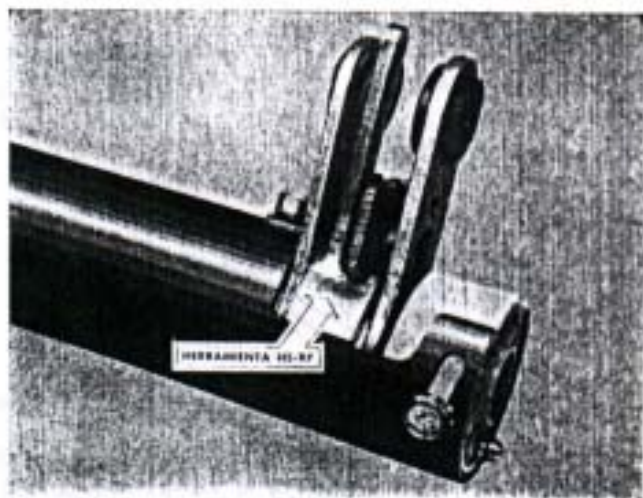

Fig. 129. — Ajuste de la caja selectora de cambios del "Rambler" con la herramienta HS-97.
- 3) Utilizando un destornillador desplazar el selector de cambios hacia abajo y colocar la herramienta HS-97 entre la palanca de 2ª y 3ª y el selector de cambios (Fig. 129), luego quitar el destornillador. Ambos extremos de la herramienta deben quedar calzados en la sección cortada de la columna.